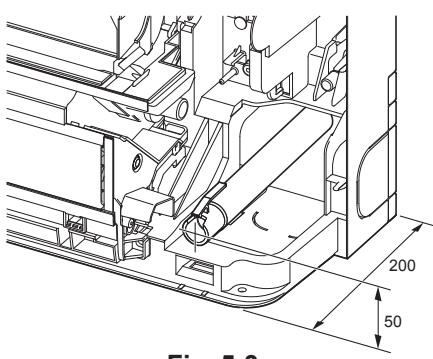

Fig. 5-3
- Lors de l'acheminement de la tuyauterie de vidange, veillez à acheminer le flexible de vidange comme indiqué. (Fig. 5-3)